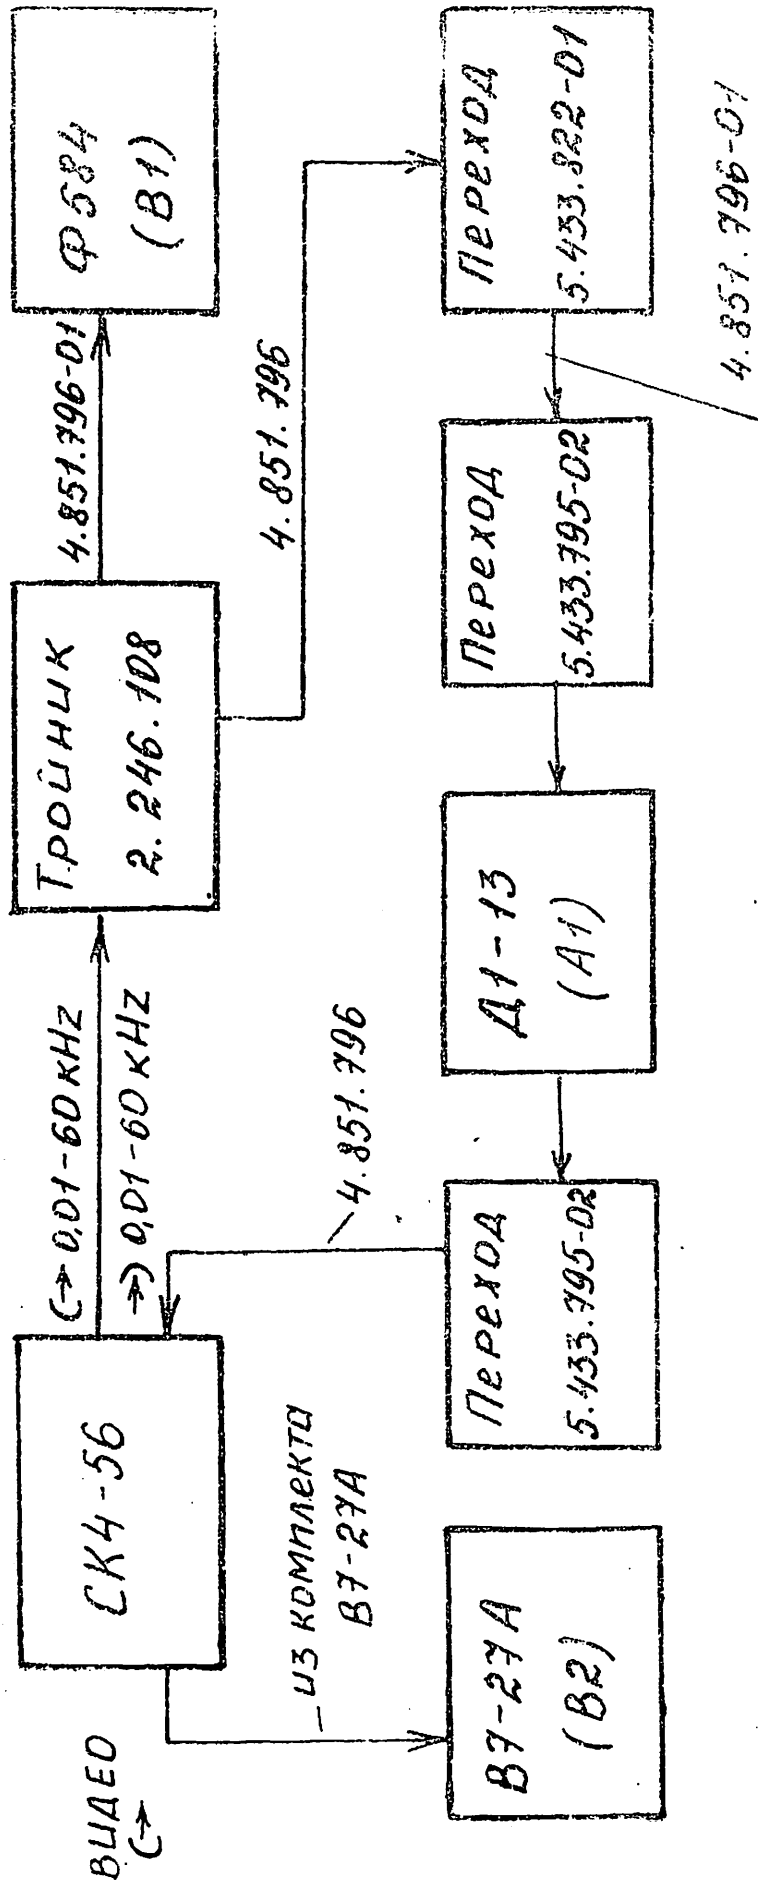

Рис. 7. Структурная схема поверки напряжения сигнала следящего генератора и погрешности аттенуатора УРОВЕНЬ dBV
10.3.7. Определение величины напряжения сигнала следящего генератора проводится по структурной схеме рис. 7 (от-
10.3.8. Относительная погрешность аттенюатора УРОВЕНЬ dBV определяется по структурной схеме рис. 7 (исключив вольтметр В1).